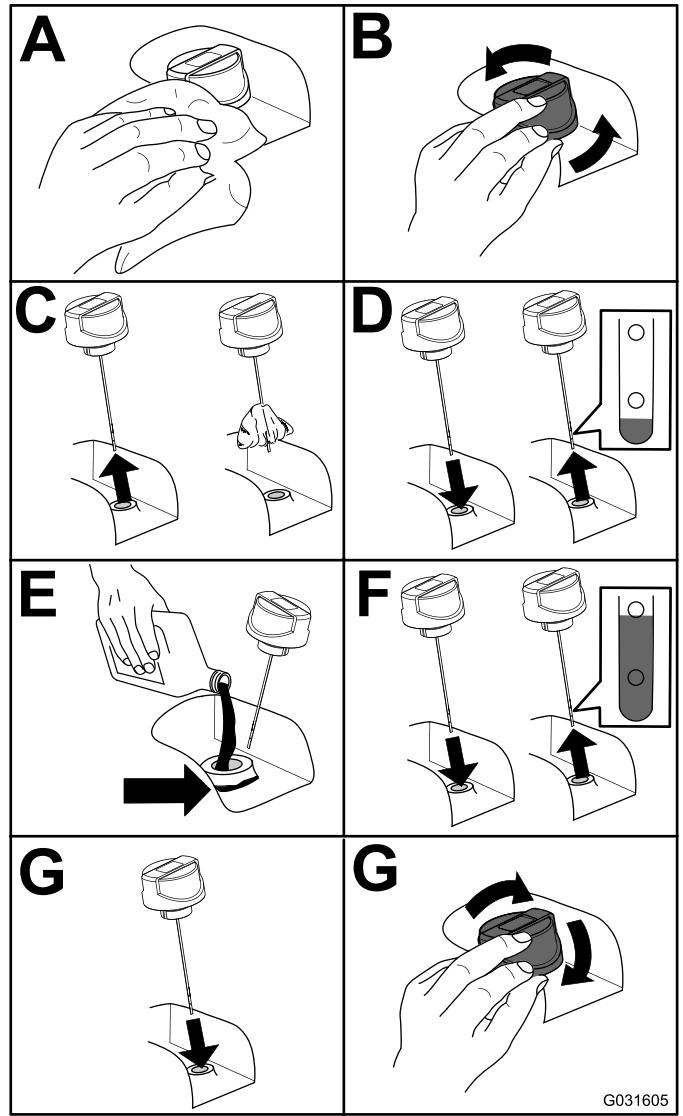

Figure 97
2. Contrôlez le niveau du liquide hydraulique (Figure 97).
5. Remplissez le réservoir de liquide hydraulique (Figure 97).